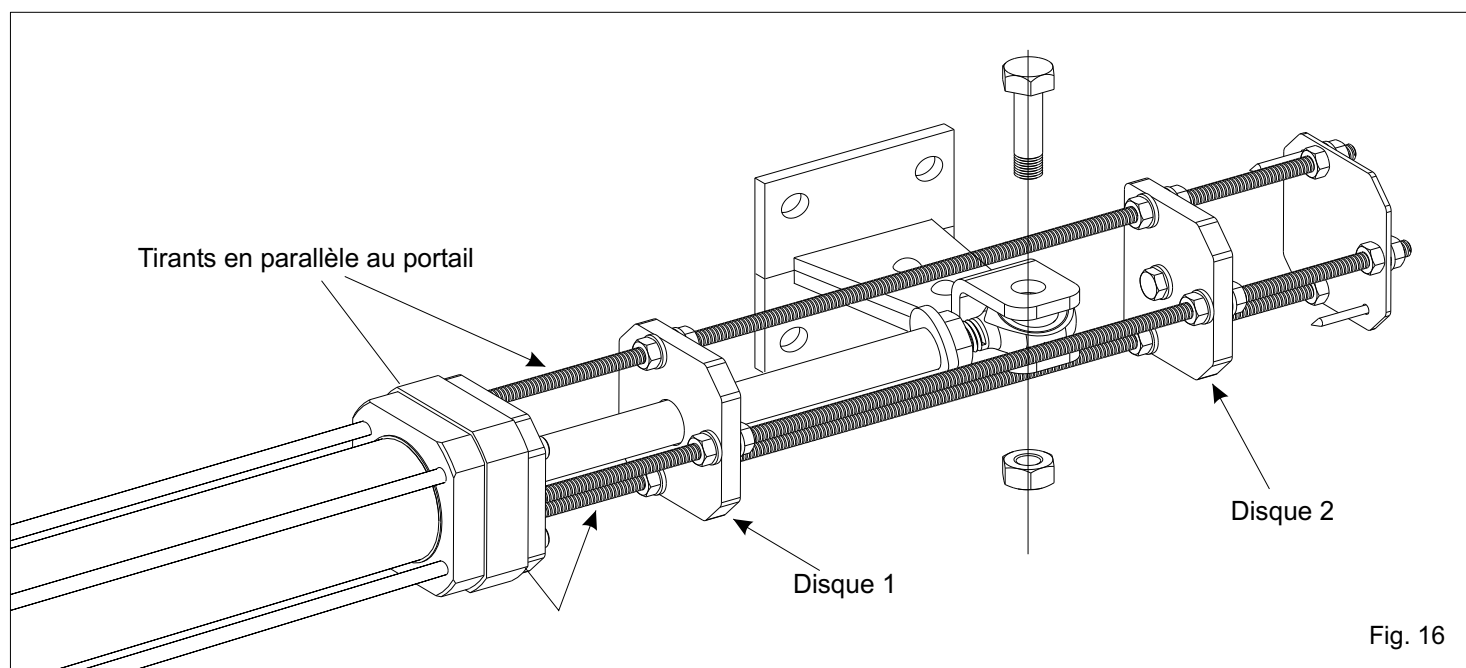

Fig. 16
- Mettre les feuillures de fin de course sur la bride antérieure de l'ensemble avec les deux tirants (des trois présents sur la feuillure) qui se trouvent en parallèle au portail (Fig. 16)